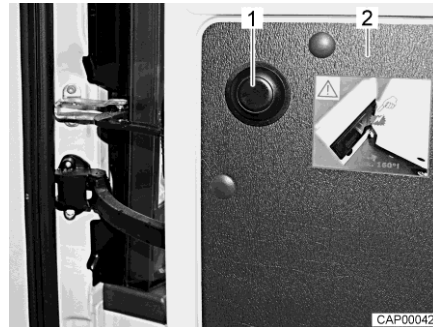

Bild 13 Druckknopf zum Lösen der Begrenzung
- Hecktür (Bild 13,2) bis zum Anschlag öffnen.
- Druckknopf (Bild 13,1) drücken, Hecktür festhalten und vorsichtig weiter öffnen.